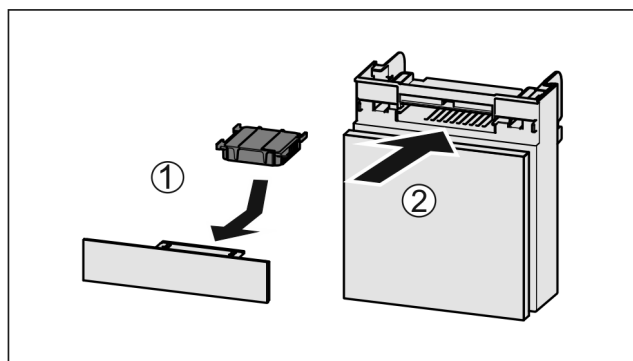

Fig. 32
- Поставете Fig. 32 (1) филтърът с активен въглен, както е показано на фигурата.
- Вкарайте Fig. 32 (2) отделениято.